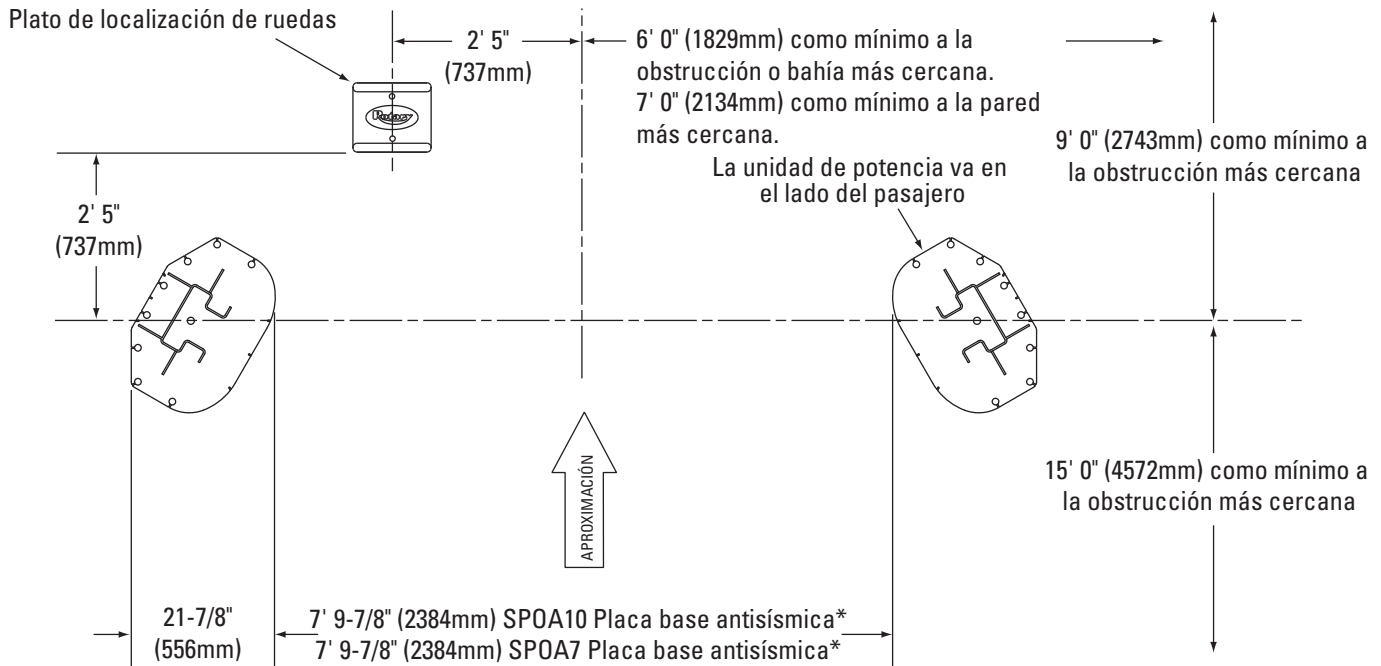
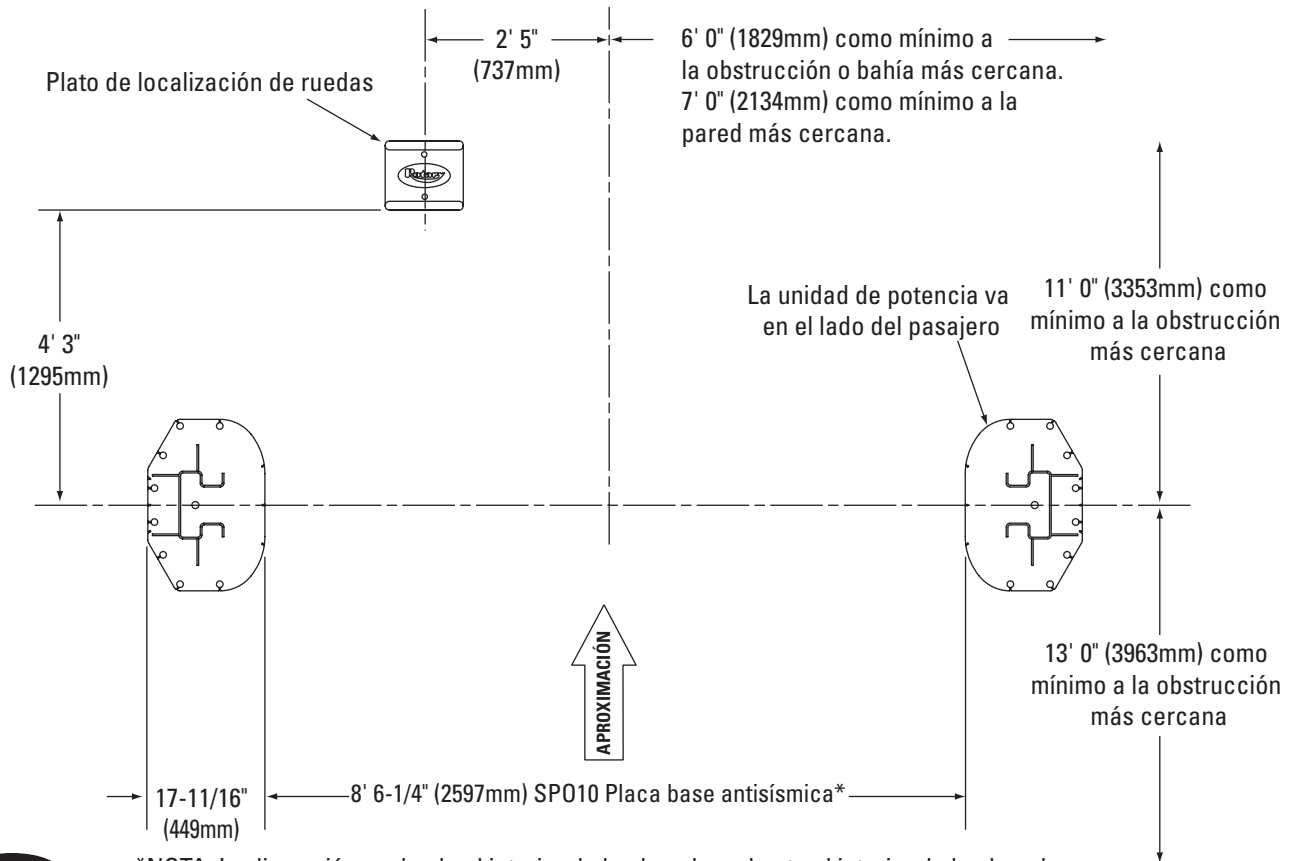

Fig. 1c
Fig. 1d
1. Ubicación del elevador: Utilice los planos de arquitecto cuando estén disponibles para ubicar el elevador. Fig. 1a, Fig. 1b, Fig. 1c, Fig. 1d, muestran las dimensiones de una distribución típica de la bahía.